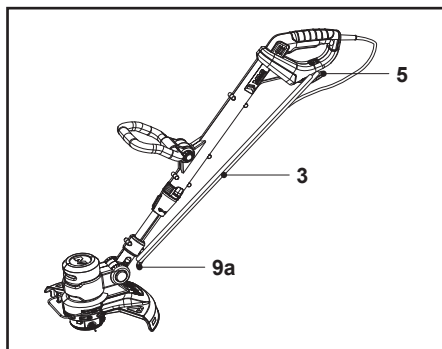

Fig. 28
5. Enrolle el cable de alimentación (3) en las dos sujeciones para cable (5, 9a) y fíjelo con un clip para cable adecuado (Fig. 28).